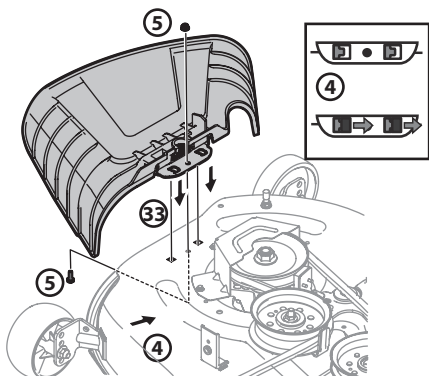

Figura 2-14
3. Ubique el deflector del canal en la plataforma, asegúrese de insertar las lengüetas de dicho deflector en los orificios de la plataforma. Consulte la Figura 2-14.
4. Después de colocar las lengüetas en la plataforma, deslice el deflector del canal hacia la parte posterior del tractor hasta que el orificio del perno que está en el deflector del canal quede alineado con el orificio de la plataforma. Consulte la Figura 2-14.
5. Sujete el deflector del canal en su lugar con la tuerca de seguridad con brida y el tornillo hexagonal que se extrajeron en el paso 2. Ajuste a 102-124 in/lb. Consulte la Figura 2-14.